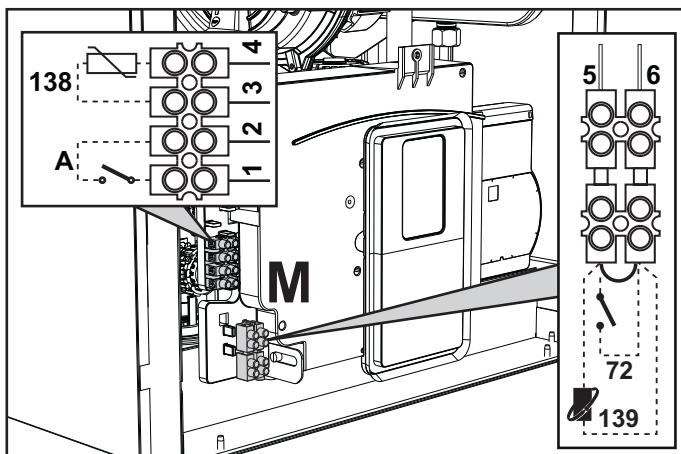
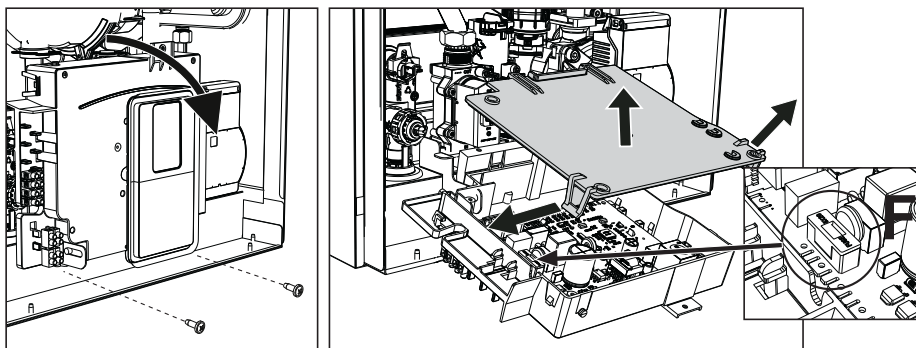

fig. 28
fig. 29
Dopo aver tolto il pannello frontale ( sez. "Apertura del pannello frontale" a pag. 39) è possibile accedere alle morsettiere (M) e al fusibile (F) seguendo le indicazioni descritte di seguito (fig. 28 e fig. 29). I morsetti indicati nella fig. 28 devono essere a contatti puliti (non 230V). La disposizione dei morsetti per i diversi allacciamenti è riportata anche nello schema elettrico alla fig. 67.
Configurazione Interruttore ON/OFF (A fig. 28)